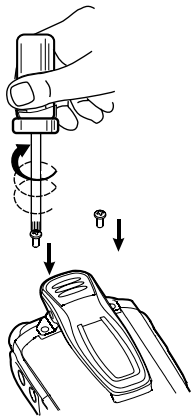

图7
- ① 拧松主机皮带夹螺钉，固定皮带夹于主机后，然后将皮带夹螺钉孔对准对讲机铝壳螺钉孔并顺时针将其用皮带夹螺钉锁紧。(如图7所示)